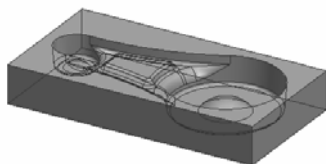

图 3-83 拾取的加工对象
1) 完成加工参数设置后，单击“确定”按钮，系统在界面的左下方提示“拾取加工对象”，直接拾取连杆凹模的实体表面，单击右键结束拾取，如图 3-83 所示。